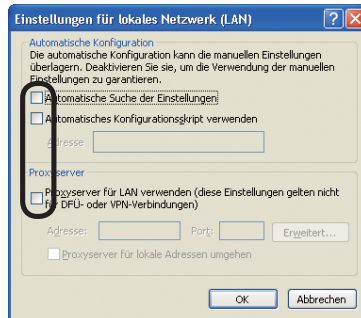

Abb. 2.2.3.c "Einstellungen für lokales Netzwerk (LAN)" Fenster
- 3) Deaktivieren sie alle Optionen im "Einstellungen für lokales Netzwerk (LAN)" Fenster. (Abb. 2.2.3.c)